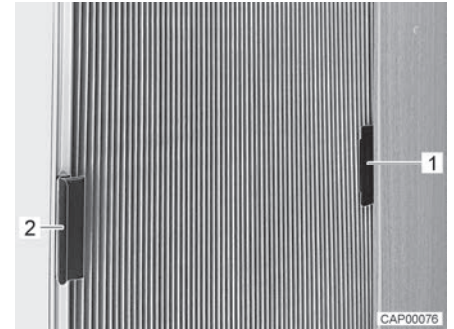

Bild 12 Plisségardin för sidorutan (stängd)
- Skjut alltid plisségardinen i handtaget (Bild 12,1) i påbyggnaden (Bild 12,2). Plisségardinen är på så sätt säkrad mot oavsiktlig stängning.